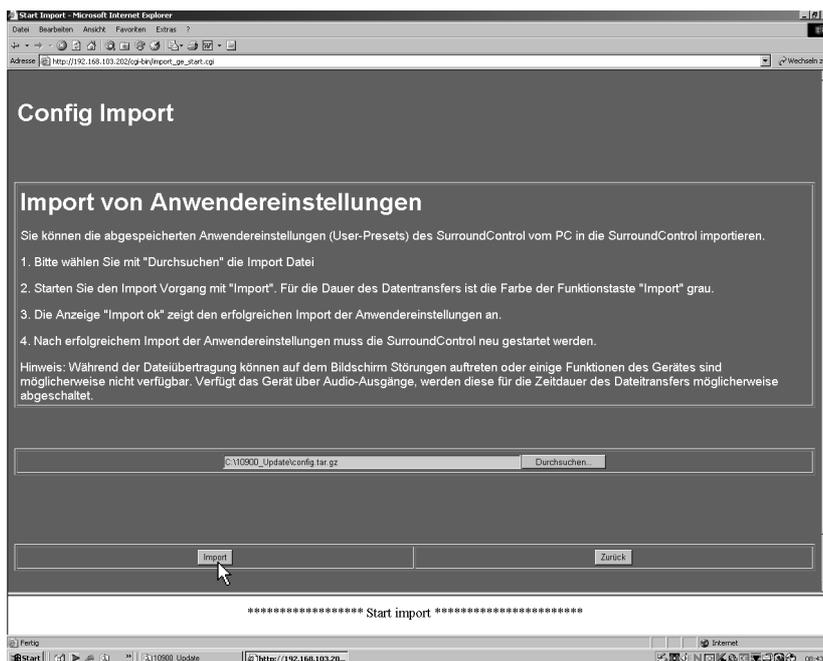

Bild 5-21: Starten des Imports
- Aktivieren Sie über die Schaltfläche „Import“ den Transfer der Anwender-einstellungen in den SurroundMonitor 10900 (siehe Bild 5-21). Sollte die Schaltfläche „Import“ nicht sichtbar sein, verschieben Sie die Seite mit den grauen Balken am rechten Bildschirmrand. **Achten Sie darauf, dass während des Datentransfers keine Unterbrechung der Netzwerk-verbinding oder der Stromversorgung auftritt!**